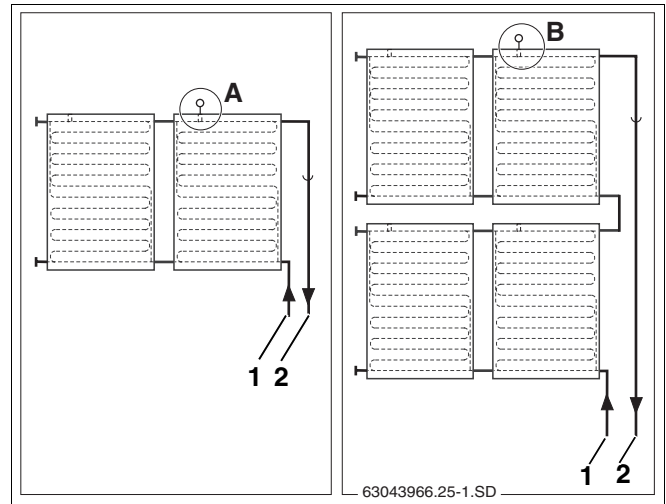

Abb. 50 Einbauort Kollektorfühler (schematische Darstellung)
Beachten Sie den Einbauort bei ein- bzw. zweireihigen Kollektorsystemen (Abb. 50).
Der Kollektorfühler muss im Kollektor mit der angeschlossenen Vorlaufleitung (Abb. 50, **Pos. 2**) montiert werden.
- Einbauort (Abb. 50, **Pos. A**) bei einreihigen Kollektorsystemen.
- Einbauort (Abb. 50, **Pos. B**) bei zweireihigen Kollektorsystemen.